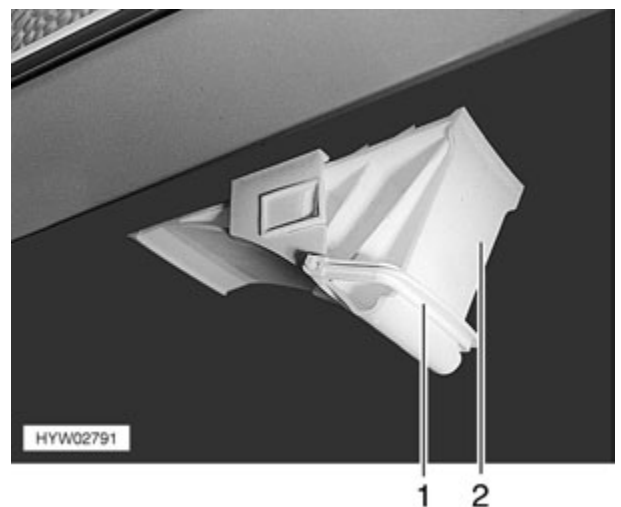

Fig. 17 Cuña de calzo
- Presionar hacia abajo el estribo de sujeción (Fig. 17,1).
- Extraer la cuña de calzo (Fig. 17,2) de su soporte.